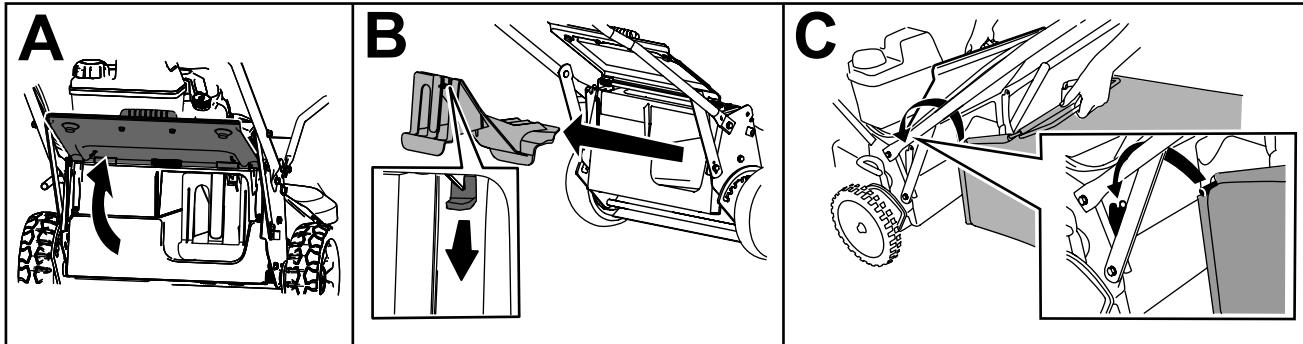

Figura 21
1. Sollevate il deflettore posteriore e tenetelo sollevato (A della Figura 21).
2. Rimuovete il coperchio di scarico posteriore abbassando il fermo con il pollice ed estraendo il coperchio dalla macchina (B della Figura 21).
3. Installate l'asta del cesto nelle tacche alla base della stegola e fate oscillare il cesto avanti e indietro per accertarvi che l'asta sia posizionata in fondo a entrambe le tacche; (C della Figura 21).